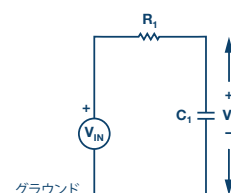

図2. RCローパス・フィルタの概念図
図2に、RCローパス・フィルタの概念図を示しました。低い周波数では、コンデンサ C_1 のインピーダンスは抵抗 R_1 の値と比べて非常に大きくなります。これは、コンデンサの両端の電位差 V_O が、抵抗での電圧降下よりもかなり大きくなるということを意味します。逆に、高い周波数では、コンデンサのインピーダンスが低下することで、抵抗での電圧降下が大きくなり、 V_O の値は小さくなります。
- ▶ 1. 1k Ω の抵抗 R_1 、1 μ Fのコンデンサ C_1 を使用し、ソルダレス・ブレッドボード上に、図2に相当するRC回路を構成します。